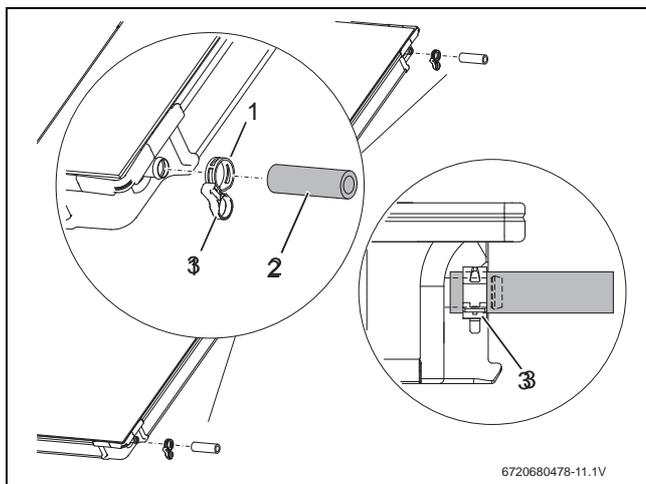

Fig. 60 Montar o conjunto de união
- ▶ Inserir a mangueira solar de 95 mm (Fig. 60, [2]) nas ligações da direita do segundo colector.
- ▶ Colocar as abraçadeiras de mola (Fig. 60, [1]) sobre a mangueira solar (a segunda abraçadeira irá segurar posteriormente a ligação de outro colector).
- ▶ Quando a abraçadeira de mola estiver bem colocada, puxar o anel de retenção para segurar a ligação (Fig. 60, [3]).